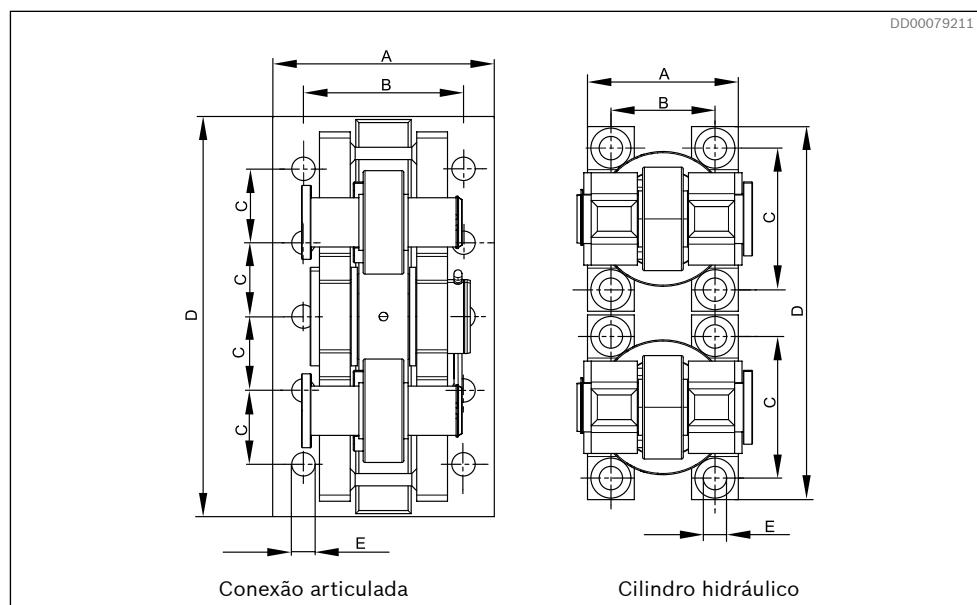

Fig. 36: Padrão de furação da conexão articulada e do cilindro hidráulico para DTCBM 4600 a DTCBM 6000
- 2 Padrão e dimensões de furação para fixação ao solo, consulte a Fig. 36 e Tabela 12.